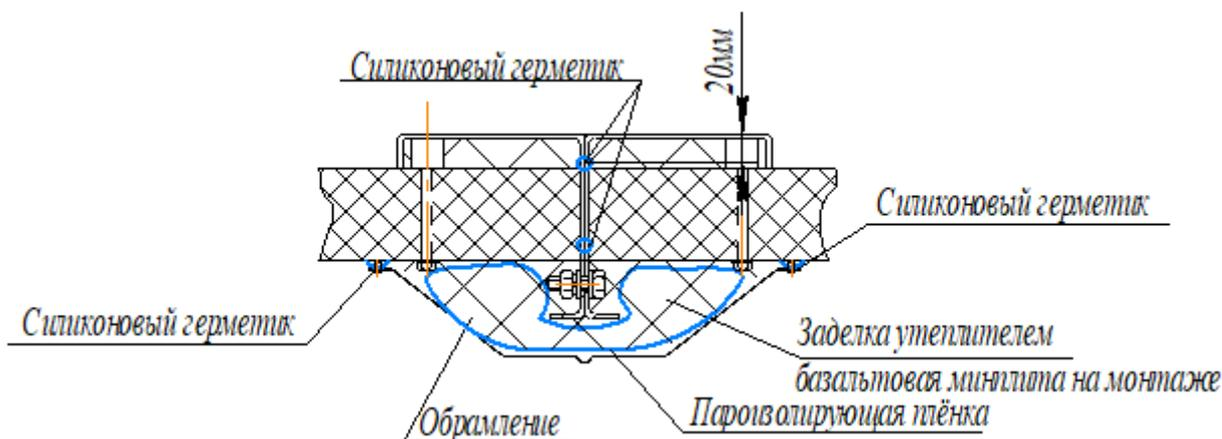

Рисунок 19
- 3.6.4. После подъёма крыши в проектное положение, закрепления болтами ферм-«траверс», рым-болты демонтировать, установить штатное крепление (см. рисунок 19, приложение Б).